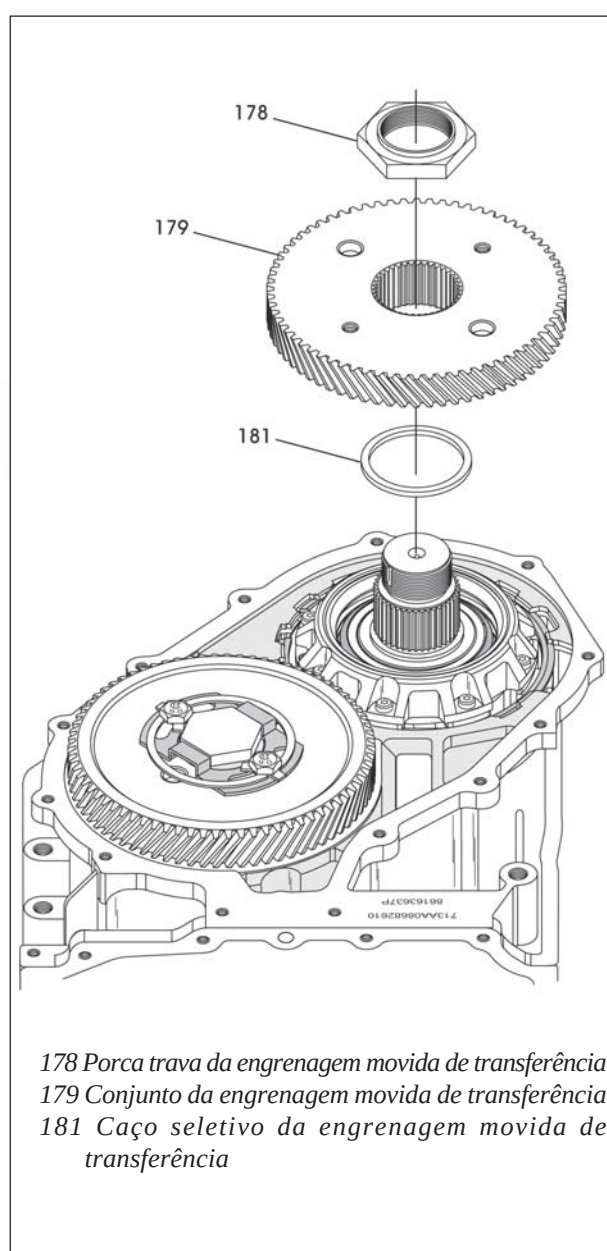

Figura 237
16. Instale o calço pré-selecionado (pagina 86) no eixo central do Underdrive, conforme mostra a figura 237.
17. Instale a engrenagem movida de transferência e sua porca, conforme mostra a figura 237.